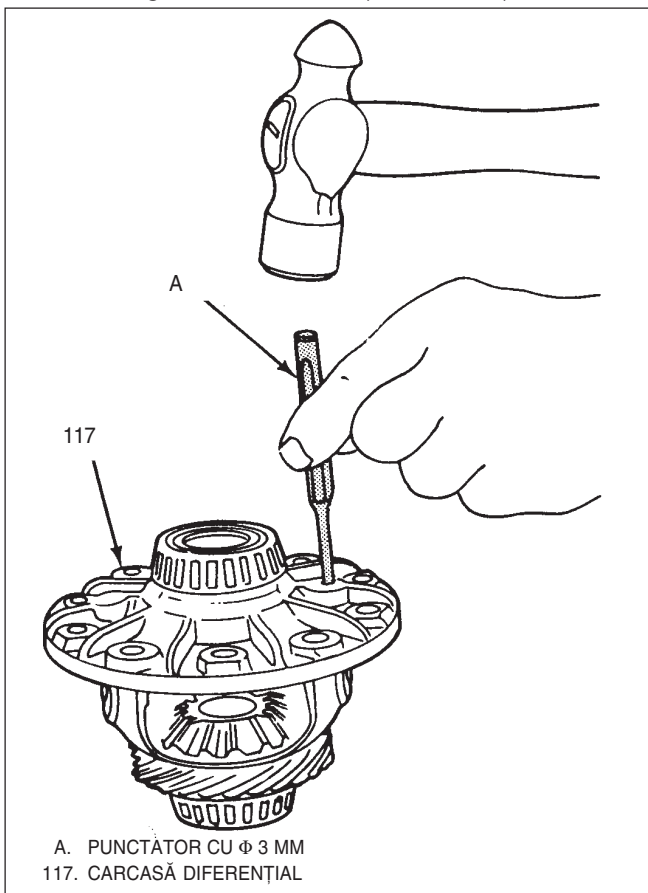

Fig. 72 Demontare știft reținere ax pinioane sateliți
- 4) Pinion conducător vitezometru(123) de pe carcasa diferențialului(117) prin tăiere(se distruge).
- folosind un dorn de alamă, se lovește ușor pinionul(123) cu punctatorul și ciocanul.
- 5) Inele reținere și ax pinioane sateliți(115) folosind un punctator cu Φ 3 mm și un ciocan, Fig 72 și 73.